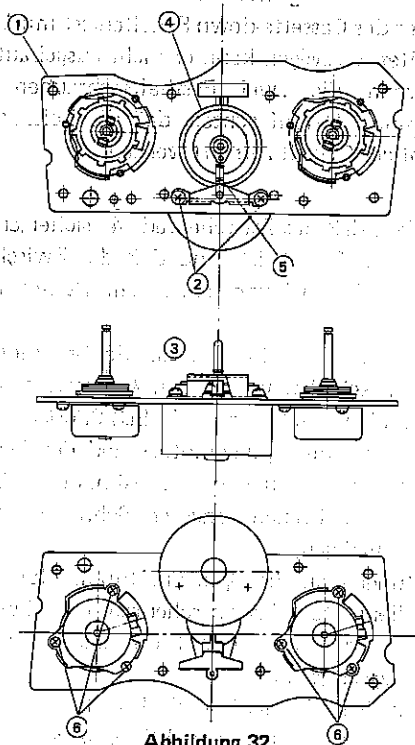

Abbildung 32.
- Nachprüfen, daß das Zwischenrad ④ sicher am Spulenumtastungschassis ① befestigt ist, und daß die Zwischenradandruckfeder ⑤ ordnungsgemäß am Zwischenrad eingehakt ist.
- Während darauf zu achten ist, daß der Spulenumtastungsantrieb ③ nicht beschädigt wird, einen Austauschspulenumtastung mit Schrauben einbauen (XBPSD26P06J00), so daß die Anschlüsse des Spulenumtastung und der Federhakenwinkel in der Richtung wie in Abbildung 32 gezeigt, stehen (der Gebrauch längerer Schrauben wird den Motor beschädigen).
- Das Zwischenrad in die Mitte des Spulenumtastungschassis, wie in Abbildung 32 gezeigt, bewegen, dann den Antrieb leicht zur Spulenumtastungsseite hin bewegen, um das Zwischenrad herauszunehmen.
1. Die Austauschbremseinheit in die Richtung, wie in Abbildung 32 gezeigt, unter Verwendung der drei Schrauben (XBPSD26P04000) einbauen.